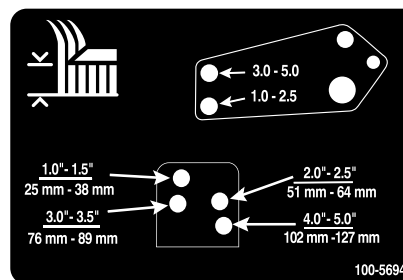

Figure 31
- 10. Alignez les trous de la bielle d'amortisseur et ceux du support de hauteur de coupe sélectionnés dans le cadre du plateau de coupe, puis insérez les axes de chape et posez les goupilles fendues (Figure 31).